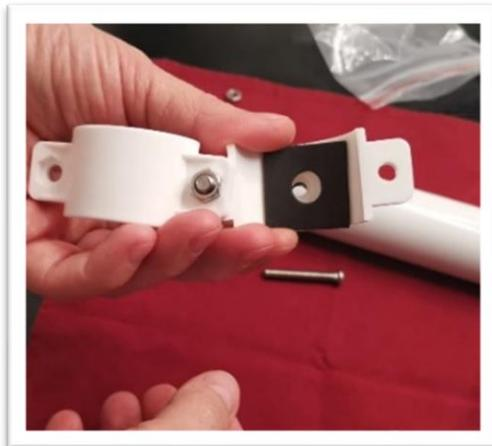
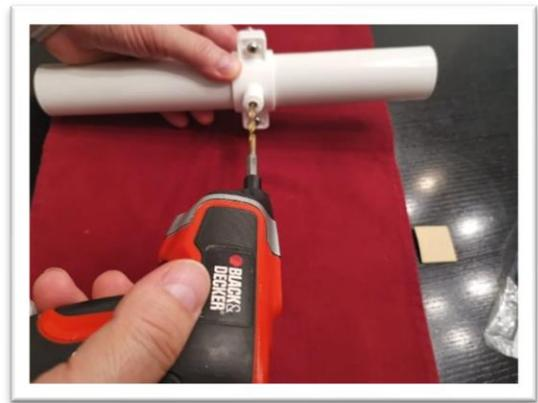

Fig. 18
Fig. 19
- Inserire la guarnizione nera adesiva all'interno della staffa in dotazione (fig.18). Fissare la staffa al sifone del lavello della cucina (possibilmente su una parte dello scarico verticale) e bucare il sifone (fig.19) in modo da collegare il tubo di scarico dell'apparecchio.